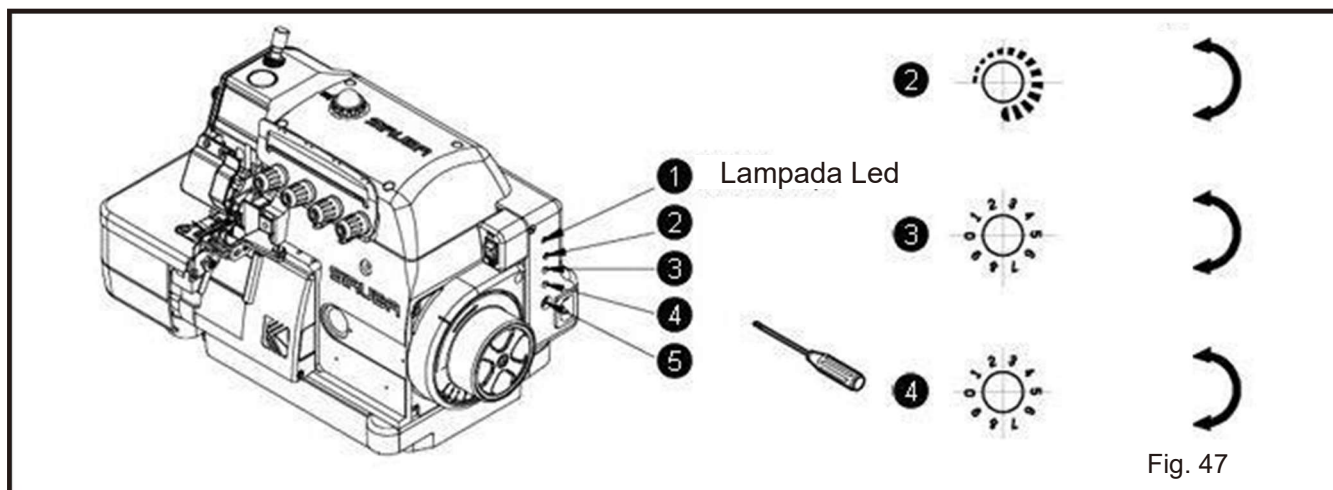

Fig. 47
(2) Ajuste da caixa de controle (Fig.47)
① LED: A cor verde indica que o controlador está operando bem, e a cor vermelha indica que o controlador está anormal. Consulte a seção de solução de problemas se você ver o LED piscando
② Interruptor de ajuste de velocidade: Use uma chave de fenda para o ajuste. O ajuste em sentido horário aumenta a velocidade de costura. Ajustar o contador no sentido anti-horário diminuirá a velocidade de costura.